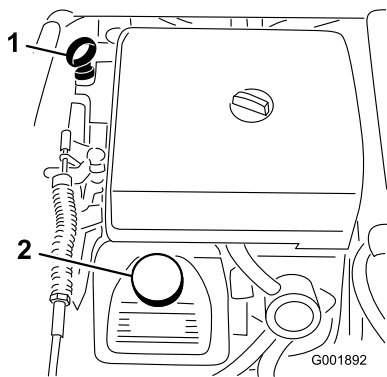

図 50
2. ディップスティックを抜き、ウェスで一度きれいに拭く(図 50)。ディップスティックを、チューブの根元までもう一度しっかりと差し込む。ディップスティックを引き抜いて油量を点検する。
3. オイルの量が不足している場合は、バルブ・カバーについている補給口のキャップ (図 50) を取り、ディップスティックの FULL マークまで補給する。補給するときは、ディップスティックで確認しながら少量ずつ入れる。入れすぎないように注意してください。
8. 所要量の約 80% のオイルを補給口から入れる (図 50)。